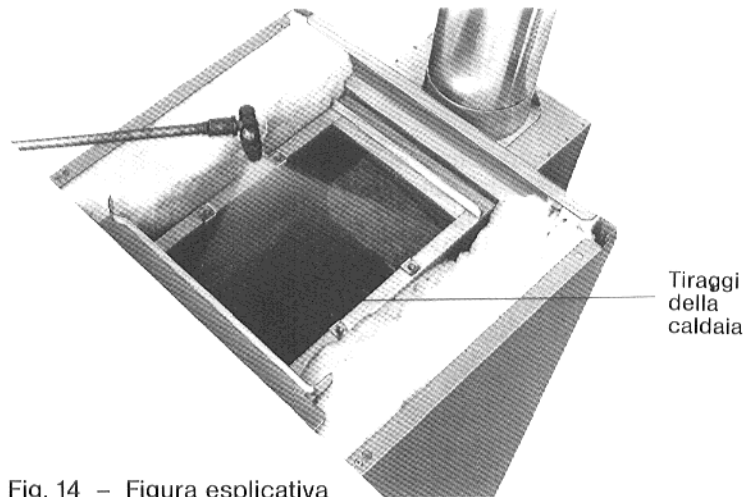

Fig. 14 – Figura esplicativa
- Spruzzare uniformemente i tiraggi con il prodotto di pulizia, per esempio "Fauch 200" per fulliginosità, "Fauch 600" in caso d'incrostazione, vedi Fig. 14.